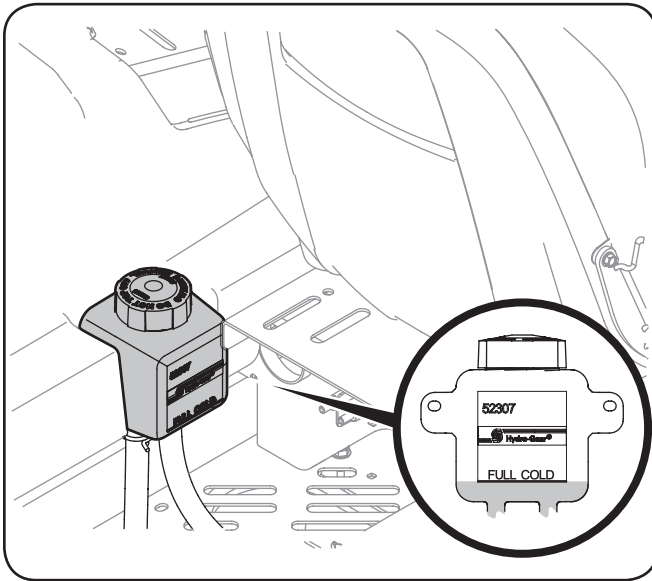

Figura 6-6
1. Gire el asiento del operador hacia adelante y limpie la tapa del depósito y el área que la rodea para evitar que el aceite de transmisión se contamine con residuos. Vea la Figura 6-6.
2. Gire la tapa del depósito en sentido contrario al de las agujas del reloj para retirarla, luego controle el nivel de aceite del depósito. El aceite debe ser visible en la base de la cubeta, pero el nivel del mismo NO debe estar por encima de la línea de "LLENO FRÍO". Vea la Figura 6-6. NO LLENE EL DEPÓSITO.